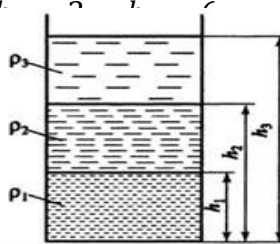

Рисунок 2
4. Несмешивающиеся жидкости с плотностями  $\rho_1, \rho_2$  и  $\rho_3$  находятся в сосуде (рис. 2). Определить избыточное давление на основании сосуда, если  $\rho_1 = 1000 \text{ кг/м}^3$ ;  $\rho_2 = 850 \text{ кг/м}^3$ ;  $\rho_3 = 760 \text{ кг/м}^3$ ;  $h_1 = 1 \text{ м}$ ;  $p_{изб}$